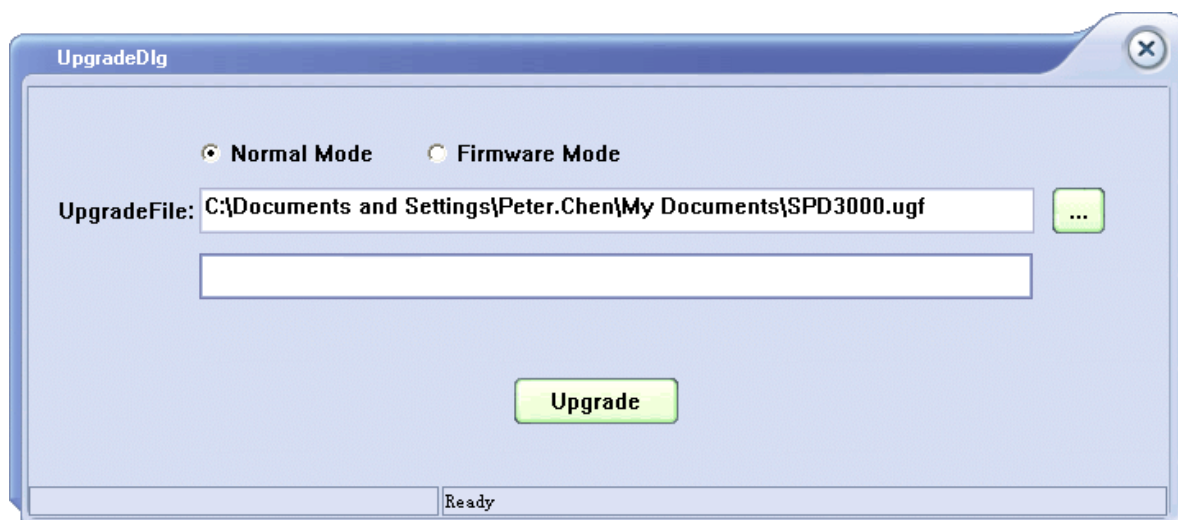

Figura 4
4. Come mostrato nella figura 4, cliccare sul pulsante Aggiorna per iniziare l'aggiornamento. L'aggiornamento è completato quando la barra di completamento termina e lo strumento funzionerà con la versione aggiornata.